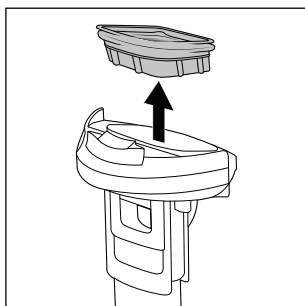

Fig. 24
- ♦ Para retirar el filtro **10** del depósito de agua sucia **2**, sujételo por los lados con los dedos por debajo de la junta del filtro **10**. Tras esto, tire del filtro **10** hacia arriba para retirarlo de la tapa del depósito de agua sucia **9** (consulte la fig. 24).